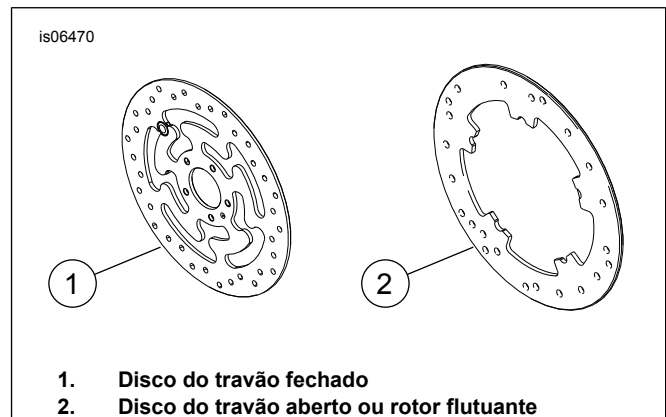

Figura 1. Estilos do disco do travão dianteiro
- Parafusos do disco do travão (Consulte Figura 1 e Tabela 1.)